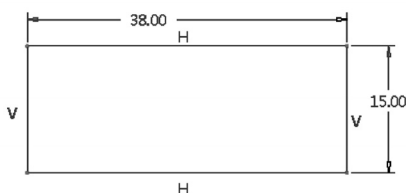

图 2-93 完成一个矩形
2) 绘制一个矩形并修改其相应的尺寸。在“草绘”组中单击 (拐角矩形) 按钮，在绘图区域用鼠标左键指定放置矩形的一个顶点，然后指定另一个顶点以指示矩形的对角线，从而绘制一个矩形。接着，修改该矩形的长和宽尺寸，修改尺寸后的矩形如图 2-93 所示。